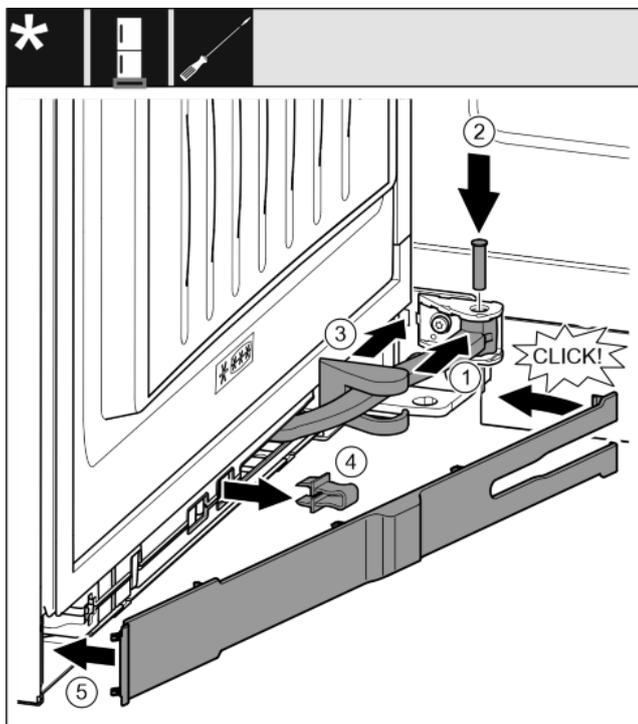

Fig. 37
- ▶ Tourner l'articulation dans la fixation. Fig. 37 (1)
- ▶ Introduire le boulon dans la fixation avec un tournevis T15 et mettre en place l'articulation. Veiller à ce que l'ergot d'encliquetage repose correctement dans la rainure. Fig. 37 (2)
- ▶ Pousser le cache du palier de support le long de l'articulation et le monter au-dessus de la fixation. Fig. 37 (3)
- ▶ Enlever l'arrêt. Fig. 37 (4)
- ▶ Mettre le cache du côté de la poignée et l'incliner vers l'intérieur. Fig. 37 (5)